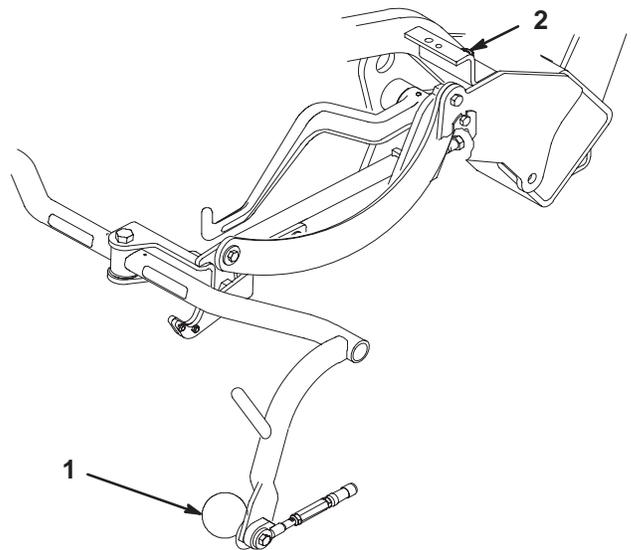

Bild 8
3. Sollte eine Einstellung erforderlich sein, lösen Sie die Klemmmutter an der Anschlagschraube des Trägerrahmens (Bild 8) und drehen Sie die Schraube nach oben oder unten, um den Trägerrahmen anzuheben oder abzulassen. Ziehen Sie die Klemmmutter nach dem Einstellen fest.